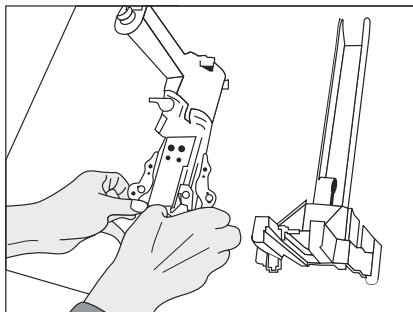

Figure 18
5. Glissez simultanément les liens et la tige de réglage à l'écart du collet. (Voir Figure 18)